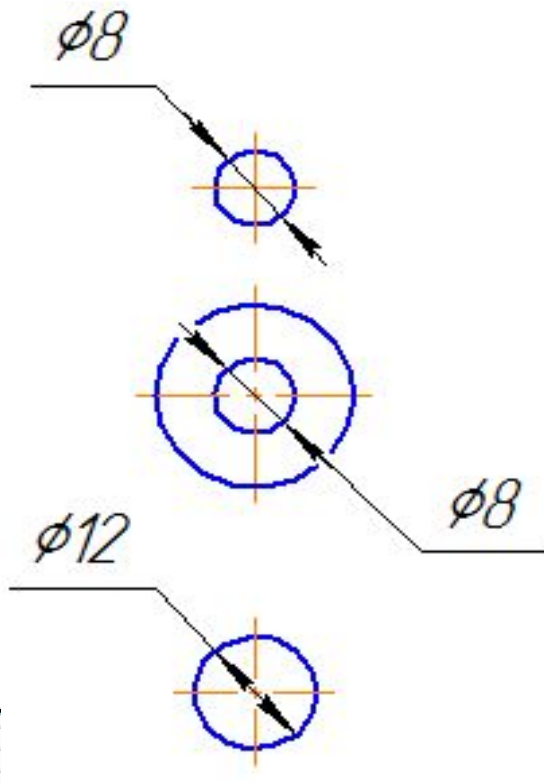

Рисунок 3.8
- Если нет возможности разместить размерные числа и стрелки между близко расположенными сплошными основными или тонкими линиями, их наносят снаружи (Рисунок 3.8).